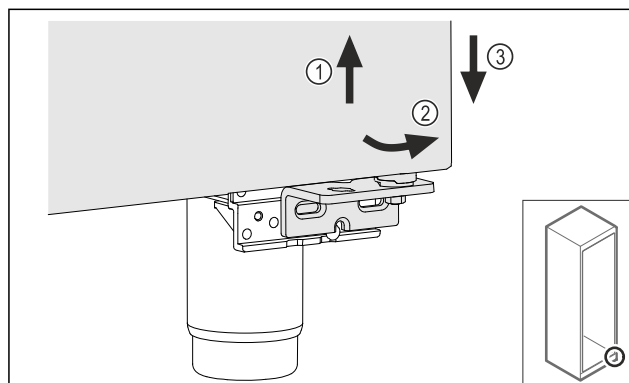

Fig. 20
- ▶ Sollevare leggermente la porta Fig. 20 (1), inclinarla in avanti sulla parte inferiore Fig. 20 (2) e abbassarla Fig. 20 (3).